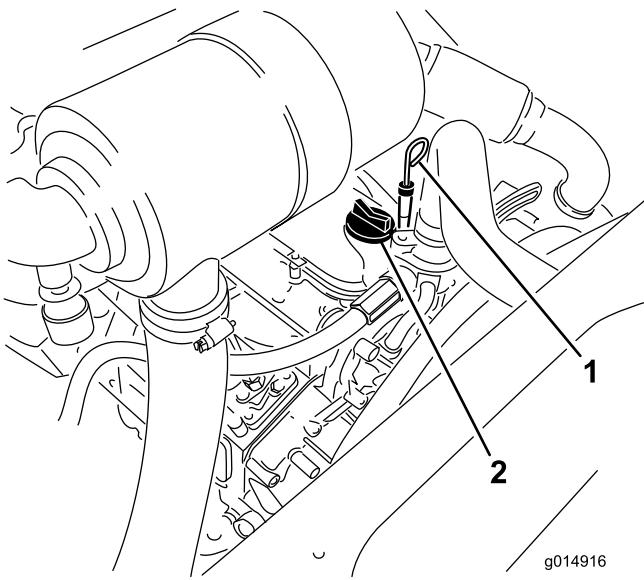

Figura 35
3. Retire la varilla, límpielala, y vuelva a colocarla (Figura 35).
- Si el nivel de aceite está por debajo de la marca Lleno, retire el tapón de llenado (Figura 35) y añada aceite hasta que el nivel llegue a la marca Lleno.